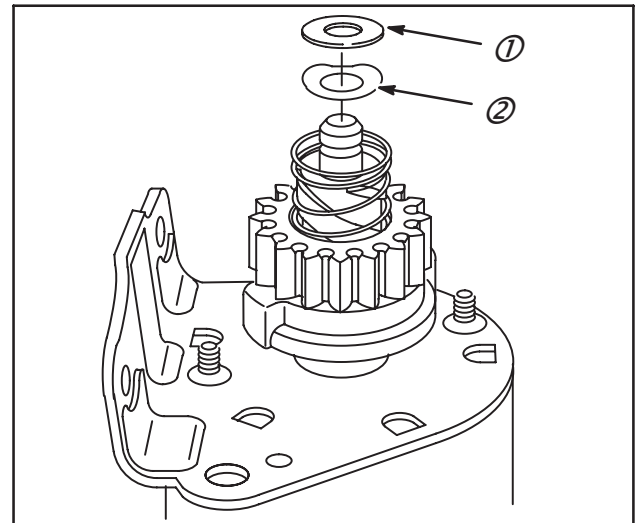

Fig. 61
3. Placer la rondelle ressort (2) avec le côté concave vers le haut puis placer la rondelle plate (1) sur la rampe hélicoïdale de l'embrayage de démarreur, Fig. 61.